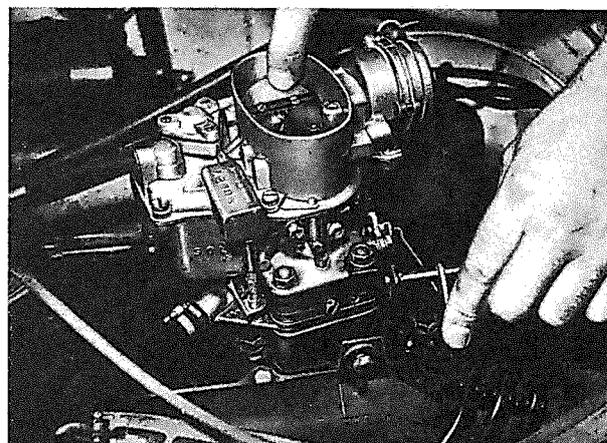
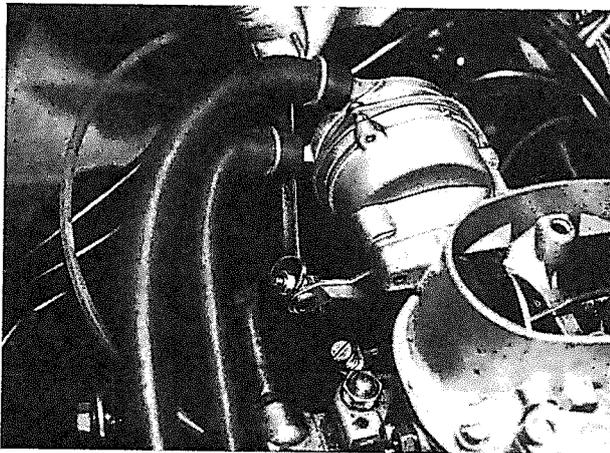

Bild 13
Bild 15
6. Bei stehendem Motor von Hand ca.  $\frac{1}{4}$  Gas geben und Starterklappen durch Fingerdruck schließen, Gasgestänge loslassen und Finger von der Starterklappe wegnehmen. Dabei ist beim Doppelvergaser die Primärklappe, also die von der Startautomatik direkt gesteuerte Klappe zu benutzen. **Bild 13**
10. Liegt die Drehzahl unter 2700 bzw. 3000 U/min, wird die obere Mutter für das Gestänge zur Drehzahlerhöhung gelöst und die untere nachgezogen (Gestänge verlängert!), bis die geforderte Drehzahl erreicht ist. Mit oberer Mutter wieder sichern. (Gabelschlüssel 8 mm) **Bild 15**
12. Sollte während der Arbeit die Stufenscheibe austrasten, Vorgang 6. wiederholen (Bild 13).
3. Durch kurzes Betätigen der Drosselklappen unter gleichzeitigem Schließen der Starterklappen (Blockierung der Stufenscheibe, siehe auch Bild 13) ist die Drosselklappe in die Startstellung zu bringen. Der Spalt zwischen Drosselklappe und Flanschbohrung muß jetzt 0,45 mm beim Doppelvergaser DDIST, 0,75 mm beim Einfachvergaser 28-32 PDSIT-7 und 0,85 mm beim Einfachvergaser 32 PDSIT-4 betragen. Die Messung erfolgt mit einem Bohrer entsprechenden Durchmessers. Bei Abweichungen vom Sollmaß ist eine Korrektur über das Verbindungsgestänge, wie in Bild 15 und 16 gezeigt, möglich.